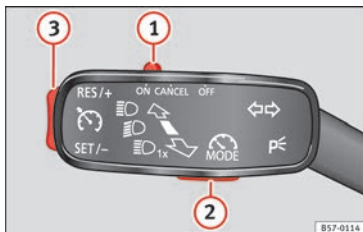

Abb. 187 Links von der Lenksäule: Hebel und Tasten zur Bedienung des Geschwindigkeitsbegrenzers.
Wenn Sie den Geschwindigkeitsbegrenzer – beispielsweise zum Überholen – vorübergehend deaktivieren möchten, bringen Sie den Schalter » Abb. 187 ① des Blinkerhebels in die Stellung **CANCEL** oder bringen Sie den dritten Hebel zum Druckpunkt **CANCEL** oder drücken Sie die Taste ② eines der beiden Hebel.